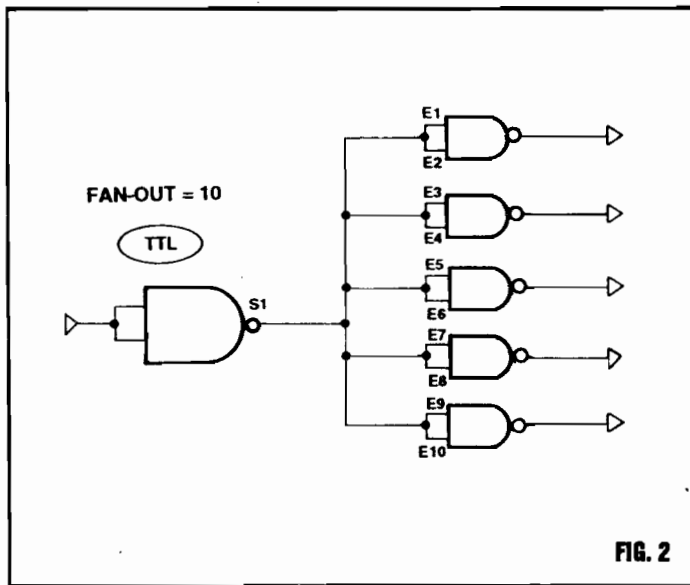

FIG. 2
- FIG. 2 - O FAN OUT DOS GATES TTL - O diagrama exemplifica, de modo bastante genérico, esse "negócio" de fan out, ou seja: a capacidade direta de excitação de várias Entradas, por uma única Saída (configurando, a propósito, o limite máximo, para os TTL, que é justamente de 10 Entradas para 1 Saída).